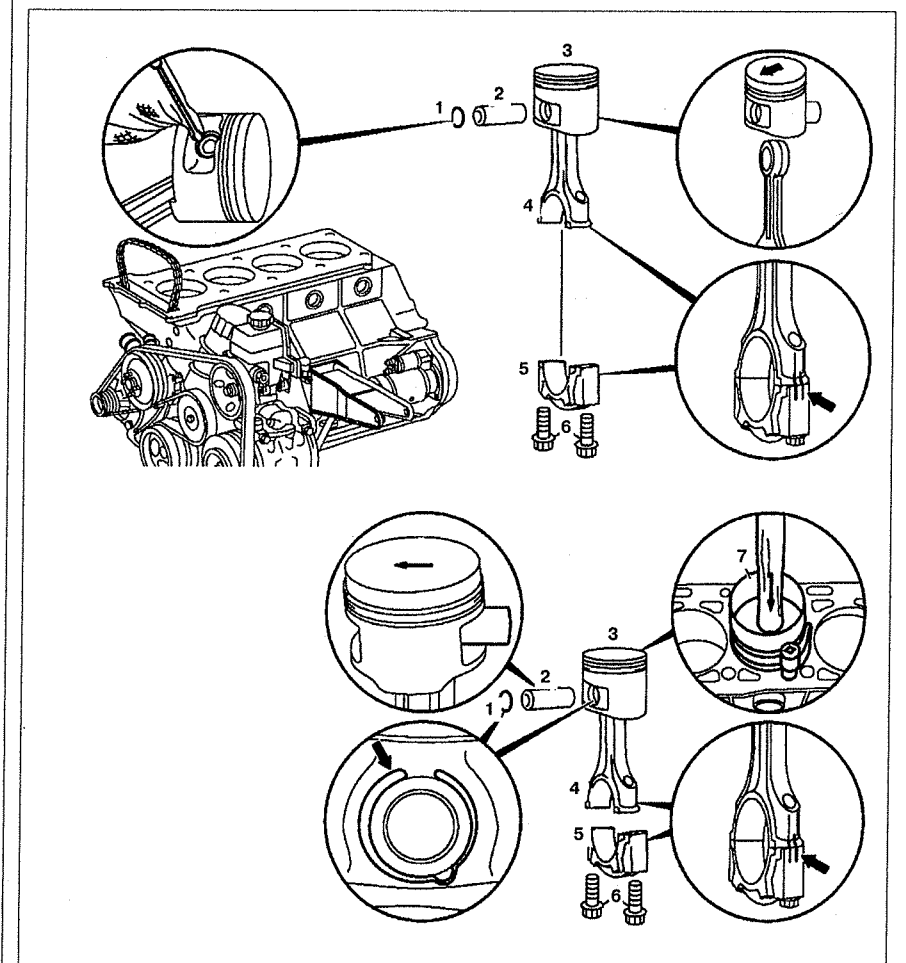

Рис. 2.51. Снятие и установка поршней:
4. Снимите шатунные крышки 5 (см.рис.2.51). Пометьте шатун 4 и крышку 5 (стрелка).